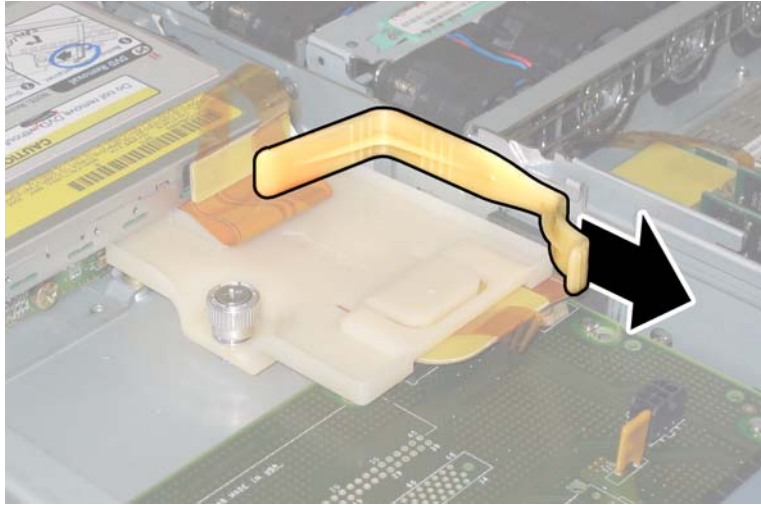

図 3-60 上部ケーブルリテーナの取り外し
8. シャーシから上部のケーブルリテーナを取り外します。リテーナをシャーシ後方に押し込み、シャーシ中央の壁にある開口部から取り外します。図 3-60 を参照してください。